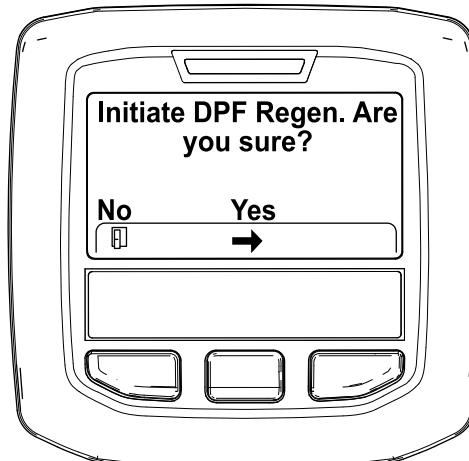

Figura 32
- Quando surgir a mensagem “Initiate DPF Regen. Are you sure?” (Iniciar Regen. DPF. Tem a certeza?), prima o botão central (Figura 32).